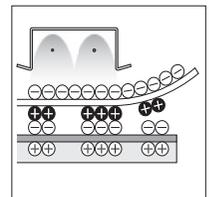

図4
- (4)転写：感光体と紙を重ねて紙側からマイナスの高電圧をかけるとプラスのトナーが紙のマイナスの静電気に引っ張られて紙にくっつきます（図4）。